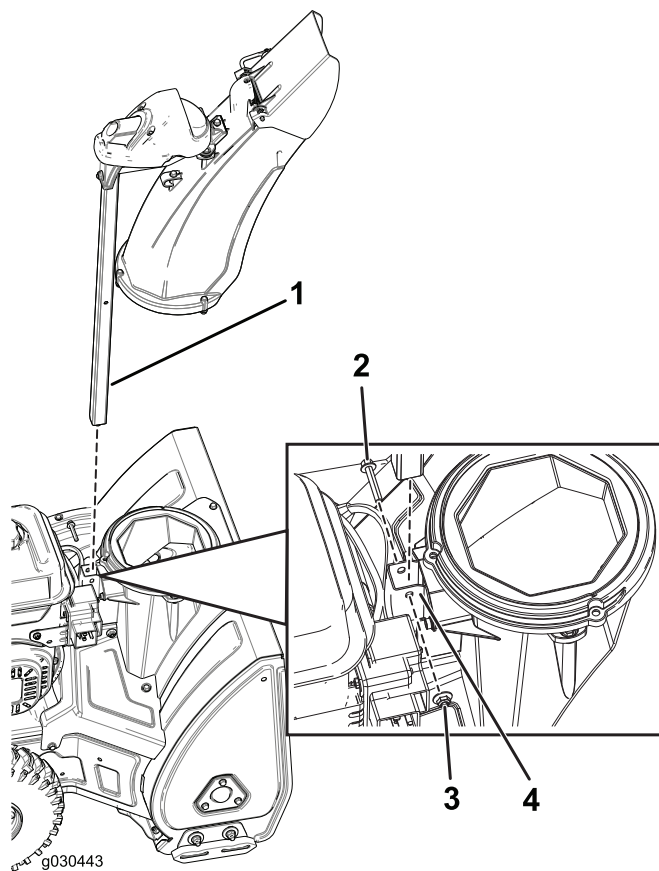

Figure 5
1. Insérez le montant de la goulotte dans le support au bas de la machine et fixez-le à l'aide d'un boulon et d'un contre-écrou (Figure 5).